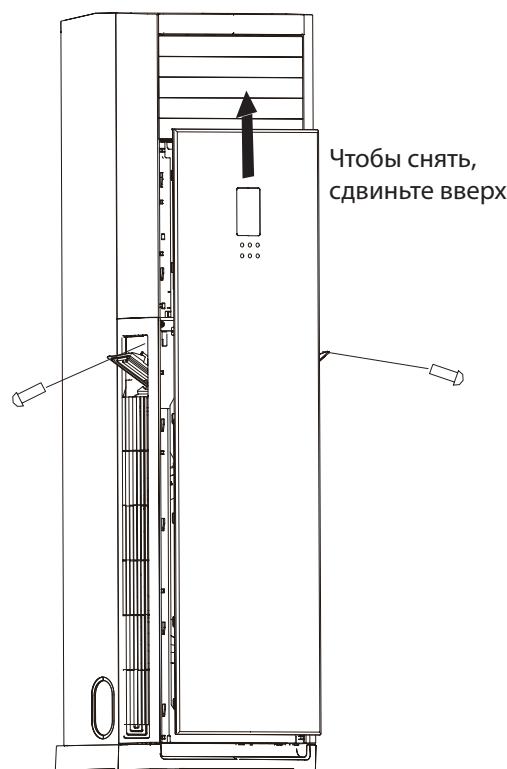

Рис. 4.4
2. Откройте две коробки для хранения пульта дистанционного управления, которые расположены по обе стороны от внутреннего блока, затем отверните винты на панели управления (см. рис. 4.4).